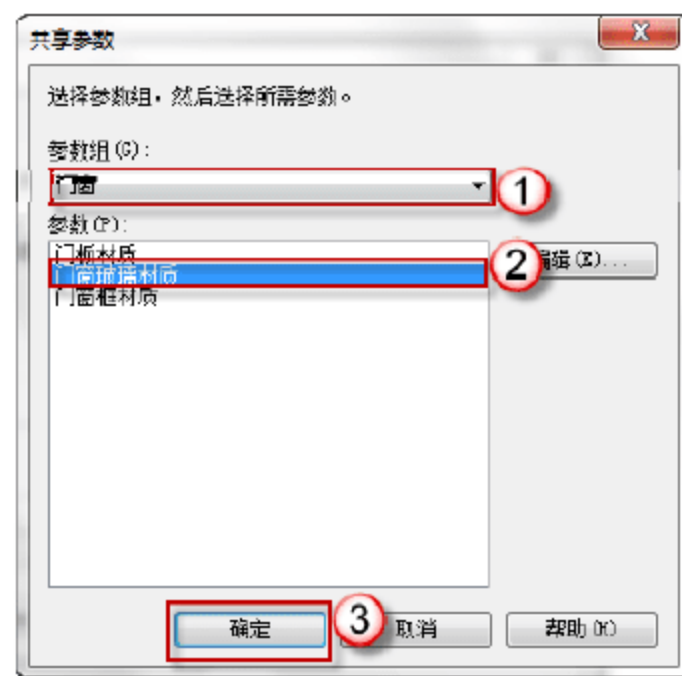

图 6.1.68 编辑双开门上部窗户玻璃材质
(22) 添加双开门上部窗户玻璃材质。选择双开门上部窗户玻璃，在双开门上部窗户玻璃的“属性”面板中，单击“材质和装饰”栏“材质”右侧的空白按钮，弹出“关联族参数”对话框，单击“添加参数 (D)”按钮，弹出“参数属性”对话框。选中“共享参数”单选按钮，单击“确定”按钮，弹出“共享参数”对话框，在“参数组 (G)”下拉列表框中选择“门窗”选项，在“参数 (P)”列表框中选择“门窗玻璃材质”选项，单击“确定”按钮，如图 6.1.68 所示。